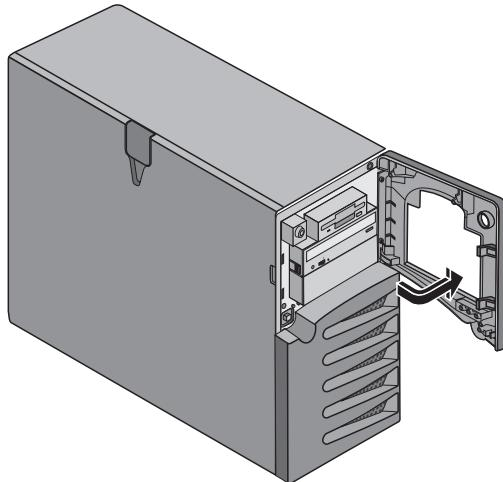

Figura 2-2: Panel biselado superior (apertura)
- El cierre de llave, el interruptor de encendido y los indicadores de estado del sistema y LAN se encuentran situados en el panel biselado superior frontal. Consulte la figura 2-2.
3. Sujete el panel biselado por la muesca del panel lateral y deslice el panel biselado hacia la derecha para abrirllo. Consulte la figura 2-2.